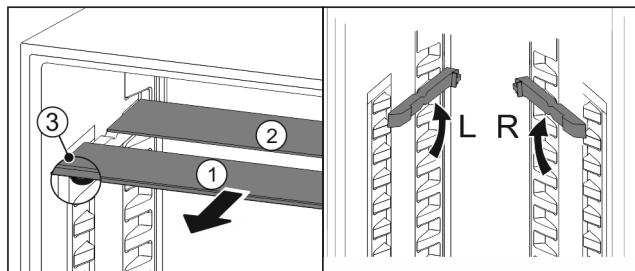

Fig. 25
- Издърпайте Fig. 25 (1) поотделно стъклените плохи напред.
- ▷ Стъклената плоча Fig. 25 (1) с декоративната лайстна е отпред.
- ▷ Ограничителите Fig. 25 (3) сочат надолу.